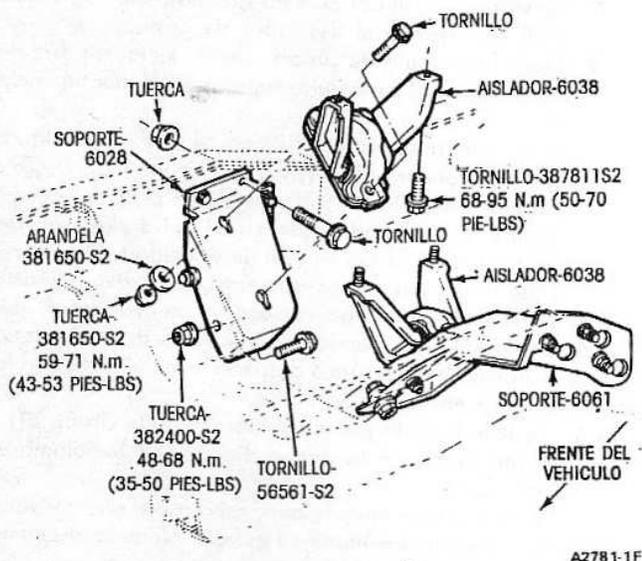

Fig. 8. Soporte Delanteros de Motor—E-100-E-250 con 5.0L (302) V-8 y 5.8L (351) W-V-8
11. Quite los tornillos y tuercas de conexión del motor (Fig. 8). Quite el motor de arranque y desconecte el cable. En vehículos con transmisión manual, quite los tornillos de la caja al motor. En vehículos con transmisión automática, quite los tornillos de la tapa de inspección del convertidor.
1. Con transmisión automática, conecte la grúa de piso al gancho para levantar el motor. Colóquelo en el vehículo y alinee el convertidor con el volante (o placa flexible) y las espigas del motor con la transmisión. Baje el motor a los soportes en el bastidor y alinee los tornillos pasantes (Fig. 8)
2. Baje cuidadosamente el motor, guiando el espárrago del aislador dentro de la ménsula de soporte (Fig. 8). Apriete los tornillos del aislador al motor, conforme especificaciones.
3. Quite los tornillos del aislador al motor y protector de salpicaduras del alternador. Desmonte los aisladores (Fig. 8).
2. Instale aisladores en el motor, usando tornillos nuevos. Apriételos conforme a especificaciones (Fig. 8).